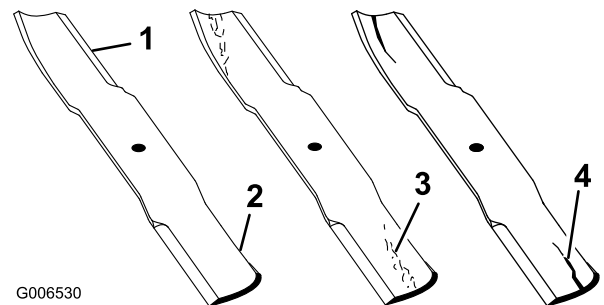

Bild 89
1. Untersuchen Sie die Schnittkanten (Bild 89). Entfernen und schärfen Sie die Messer, wenn die Schnittkanten nicht scharf sind oder Auskerbungen aufweisen. Siehe „Schärfen der Messer“.
2. Prüfen Sie die Schnittmesser, insbesondere den gebogenen Bereich (Bild 89). Wenn Sie Schäden, Verschleiß oder Rillenbildung in diesem Bereich feststellen (Bild 89), sollten Sie sofort ein neues Schnittmesser einbauen.